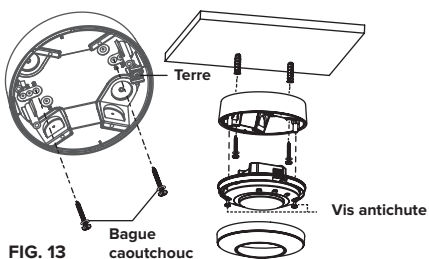

FIG. 13
- Pour le montage sur une dalle de plafond, utilisez les 2 découpes rondes dans le boîtier et fixez le boîtier avec les 2 vis avec rondelles en caoutchouc (FIG. 13).
- Connectez le câblage et fixez le capteur dans le boîtier avec les vis antichute (FIG. 13).